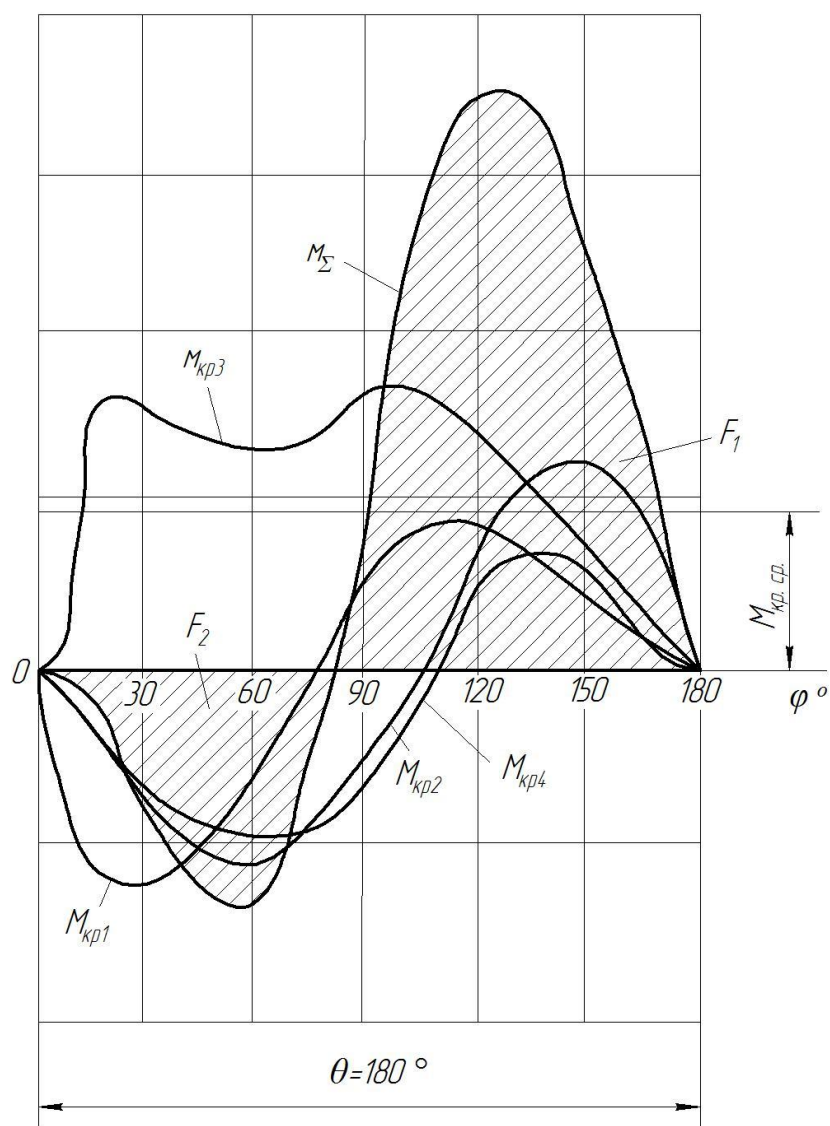

Рисунок 9 – Кривые крутящих моментов по каждому цилиндру и суммарного крутящего момента за период его изменения θ (для четырехцилиндрового двигателя)
3.1.10 Определяем крутящие моменты от i цилиндра и суммарный крутящий момент M_{Σ} , пользуясь табл. 14 - для четырехцилиндрового двигателя, табл. 15 - для восьмицилиндрового двигателя и представим графически (рис. 9).
3.1.11 После построения графиков сил и моментов по рис. 9 определяется средний индикаторный момент:
кривой (мм^2) суммарного крутящего момента (на рис. 9 они заштрихованы), расположенные над и под осью абсцисс соответственно; $l_{\text{д}}$ – длина абсциссы (мм), соответствующая периоду изменения суммарного крутящего момента; μ – масштаб крутящего момента по оси ординат, $H \cdot м/\text{мм}$.